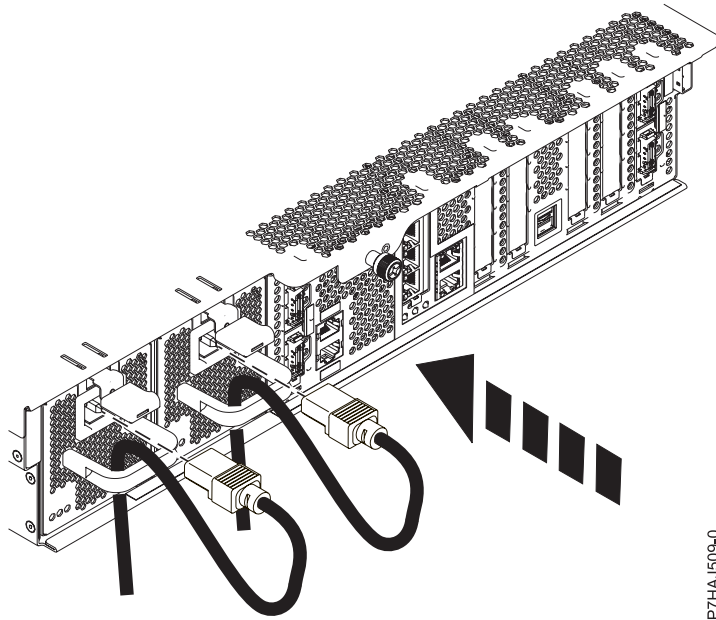

Figure 4. Acheminement du câble d'alimentation
4. Faites passer le câble d'alimentation dans le passe-câbles à l'arrière de l'alimentation électrique, comme indiqué à la figure 4, à la page 6.